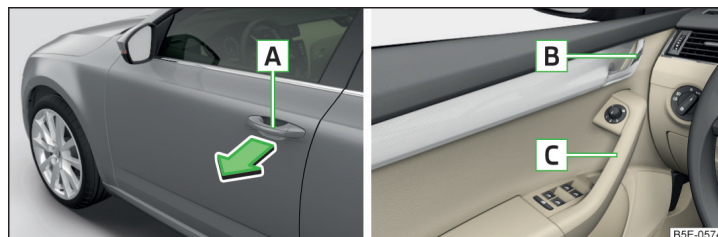

Fig. 35 Tirador/palanca de apertura de la puerta
- Para **abrir desde afuera**, desbloquear el vehículo y tirar en el tirador **A** en el sentido de la flecha » **fig. 35**.